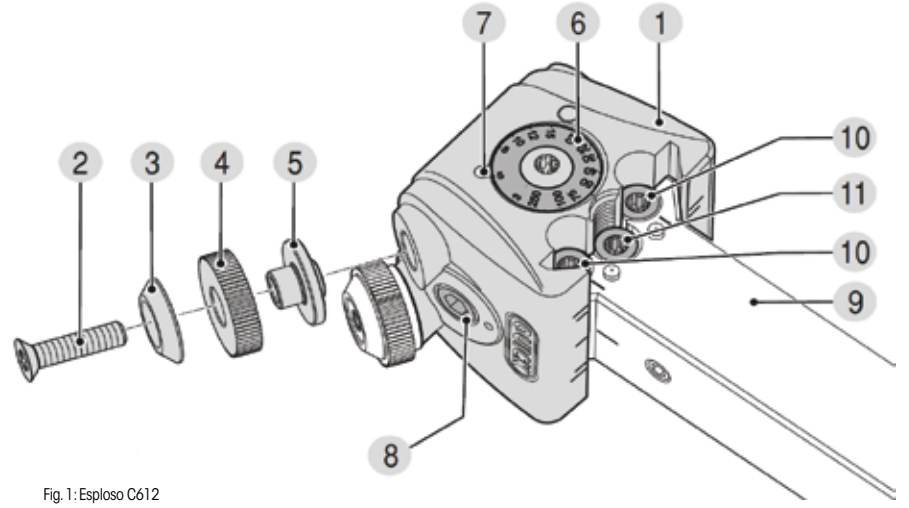

Fig. 1: Esploso C612
Per impostare il diametro del pezzo da lavorare, è necessario regolare la posizione del portagodrone. A tale scopo allentare il segmento di bloccaggio (fig. 1, pos. 8) e ruotare la manopola di indicizzazione (fig. 1, pos. 6) fino a che il diametro desiderato e la tacca sulla manopola coincidono (fig. 1; pos. 7). Infine stringere nuovamente il segmento di bloccaggio.
In presenza di un'impronta della godronatura come quella illustrata nella figura 6, rif. B, è necessario effettuare una regolazione dell'angolo di spoglia dei godroni di godronatura. A tale scopo, allentare il segmento di bloccaggio (fig. 1, pos. 8) come descritto nel Capitolo 3, riferimento 4 e ruotare la manopola di indicizzazione (figura 1, pos. 6) nella rispettiva direzione. Infine stringere nuovamente il segmento di bloccaggio.
La vite a testa svasata (fig. 1, pos. 2), la boccia scorrevole (fig. 1, pos. 5), la rondella di copertura (fig. 1, pos. 3) e i godroni di godronatura (fig. 1, pos. 4) devono essere sostituiti dopo cicli definiti, al più tardi in presenza di notevole usura o parametri di processo devianti.
Se le viti (fig. 1, pos. 2) si allentano durante il processo, si consiglia di utilizzare i frenafilietti LOCTITE® ad alta resistenza.